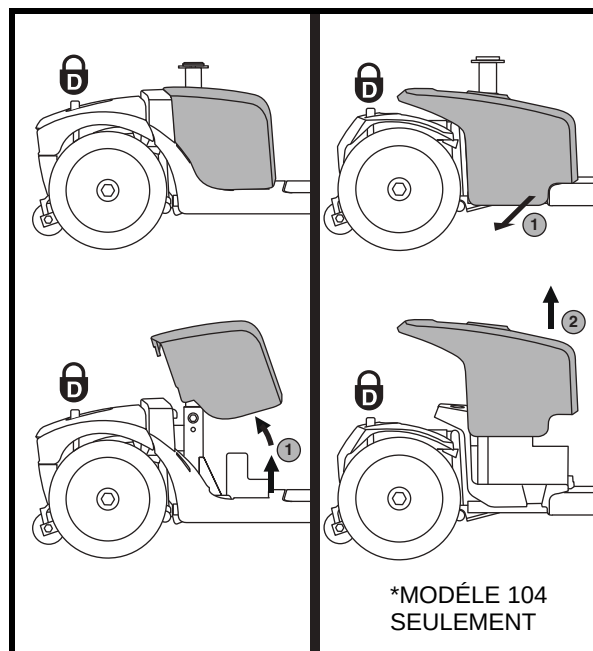

Figure 10. Retirer/Installer le protecteur de la batterie
1. Retirez le siège et le capot à batteries. Voir la figure 10.